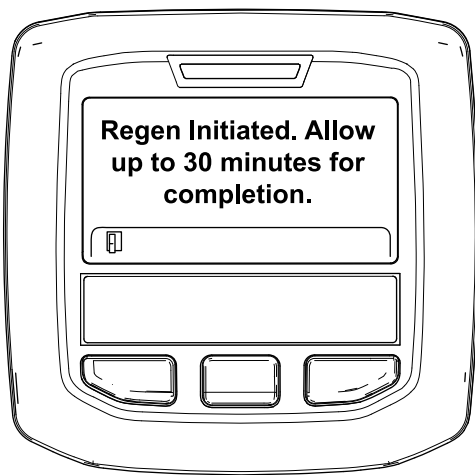

Bild 36
- Wenn die Regenerierung zugelassen wird, wird die Meldung „Regen. Initiated. Allow up to 30 minutes for completion“ im InfoCenter angezeigt. Warten Sie, bis die Maschine die geparkte Regenerierung abgeschlossen hat (Bild 36).